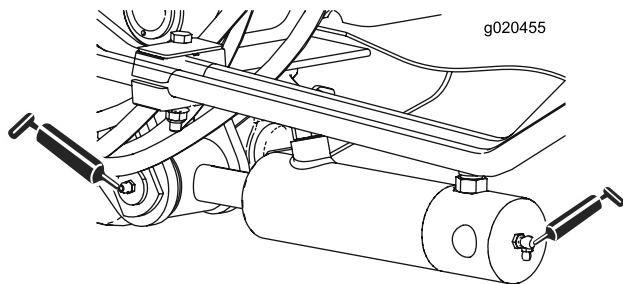

Bild 39
- Zwei (an jeder Seite) Hubarm-Zylinderbüchsen (Bild 39)